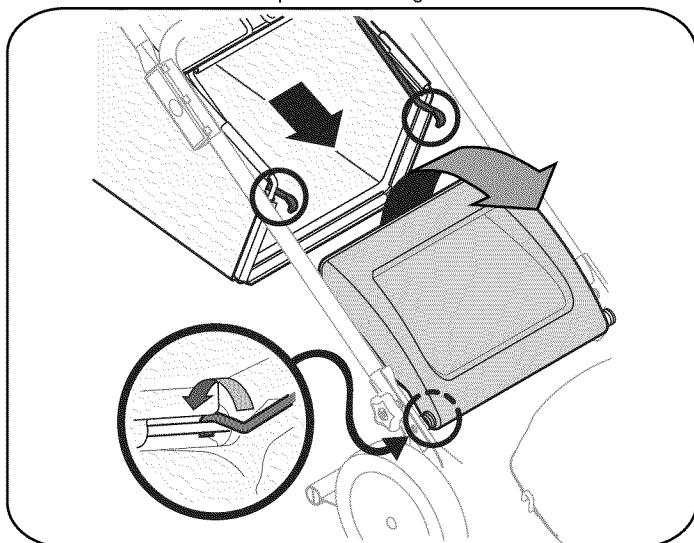

Figura 6
- c. Coloque el colector de césped sobre la varilla de pivot. Suelte la puerta de descarga de modo que descance sobre el colector de césped. Vea la Figura 6.